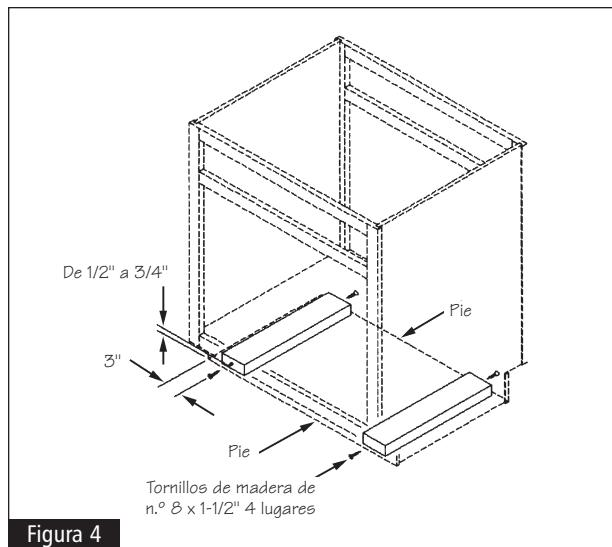

Figura 4
- 4** Borre las marcas de lápiz del piso. Vuelva a colocar el gabinete de base de la península en el lugar deseado. Las tablas de 2 X 4 ya deben estar debajo del gabinete de base de la península. Mida 3" hacia adentro a partir del extremo de cada una de las cavidades para los pies y de 1/2" a 3/4" del piso hacia arriba. Marque este lugar y asegure cavidad del pie a la tabla de 2 x 4. Vea la figura 4.